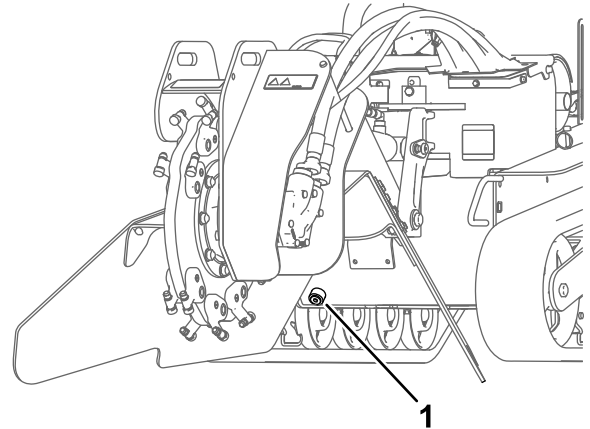

Bild 59
- Entfernen Sie die Ablassschraube am Hydraulikbehälter und lassen das Öl in die Auffangwanne ab (Bild 59).